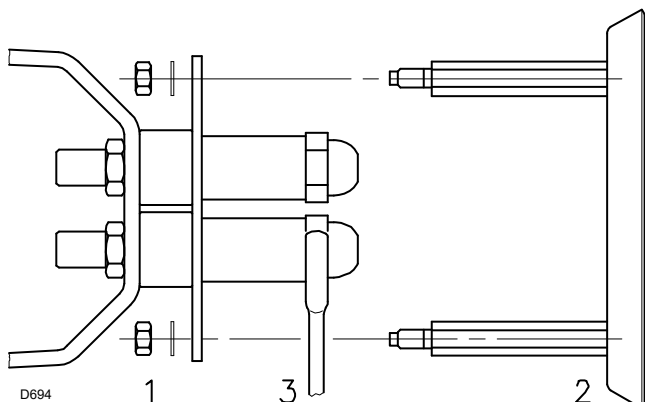

Рис. 12
- Снимите гайки 1) (Рис. 12) и шайбу 2)
- Замените форсунку при помощи ключа 3) (Рис. 12).